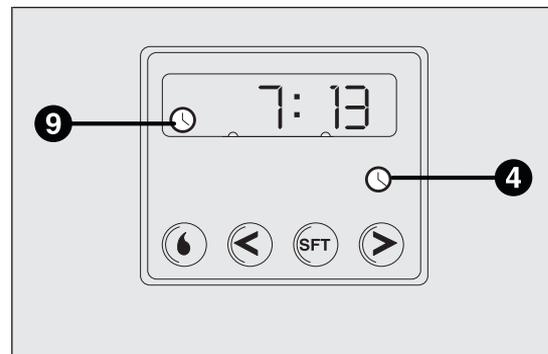

Abb. 59
- Die Taste 4 drücken: das Display und die Kontrollleuchte 9 Abb. 59 werden eingeschaltet;
Ablesen der aktuellen Uhrzeit Abb. 59